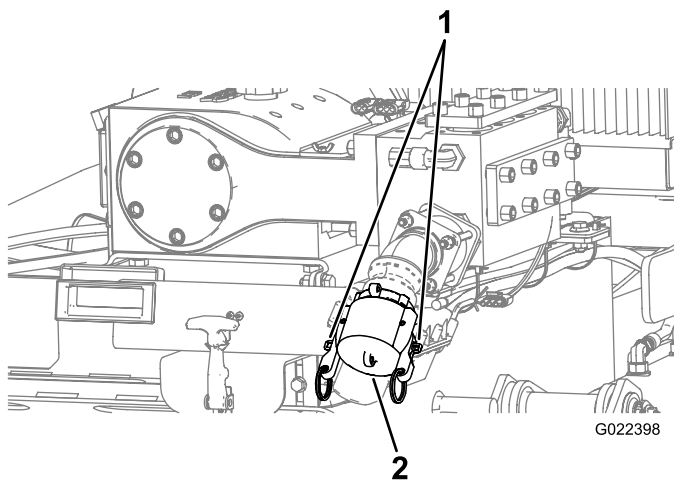

Figura 47
1. Levante os engates cam-lock da tampa da sucção da bomba e retire a tampa (Figura 47).